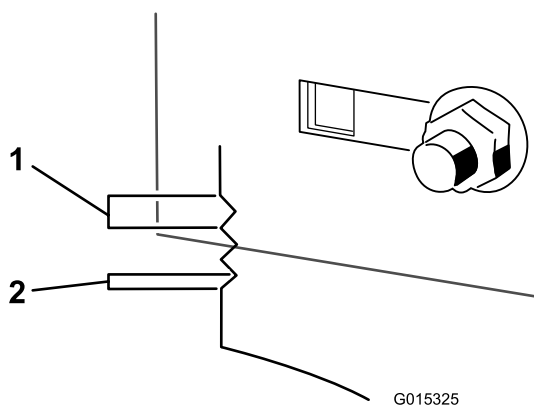

Figure 53
9. Utilisez les crans du support soudé pour mesurer le réglage requis. La surface de chaque cran équivaut à 6 mm, tandis qu'un côté équivaut à 3 mm (Figure 53). Réglez le plateau de coupe à la hauteur voulue.